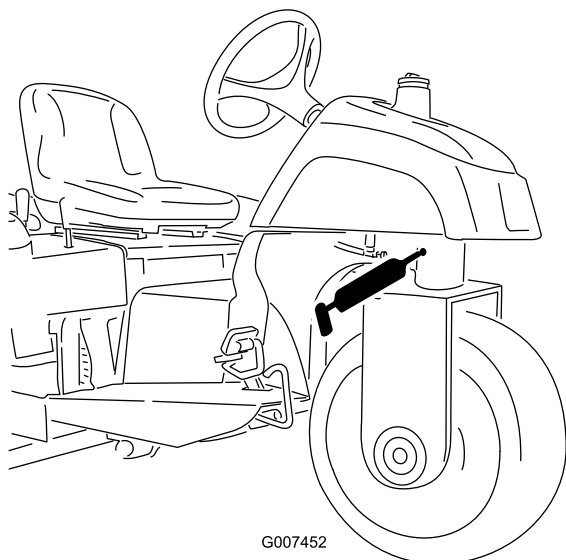

图23
- 转向枢轴 (图23)
注意 转向枢轴上的平式接头图23需要一个黄油枪喷嘴转换器。Toro 订购零件号为 107-1998可从 Toro 授权经销商处购买。